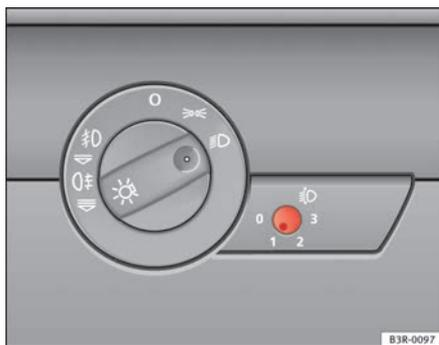

Fig. 87 Dispositif de réglage du site des phares
- Appuyez brièvement sur le bouton  => fig. 87 afin de le dégager de sa position de réglage.